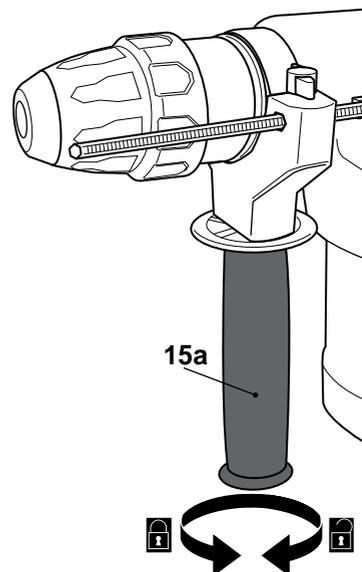

Fig. 6
- > Tourner la poignée [15a] dans le sens horaire pour serrer le collier de serrage (Fig. 6).